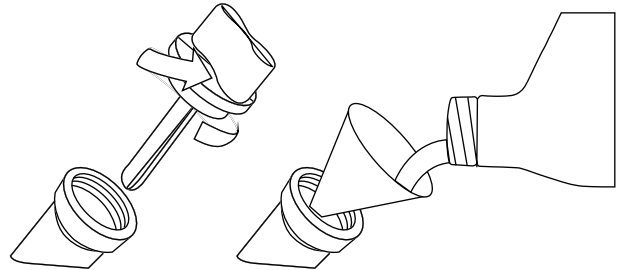

Figura 3: Embudo de aceite
3. Utilizando el embudo y el aceite, vierta la botella completa de aceite en el motor (vea la figura 3).